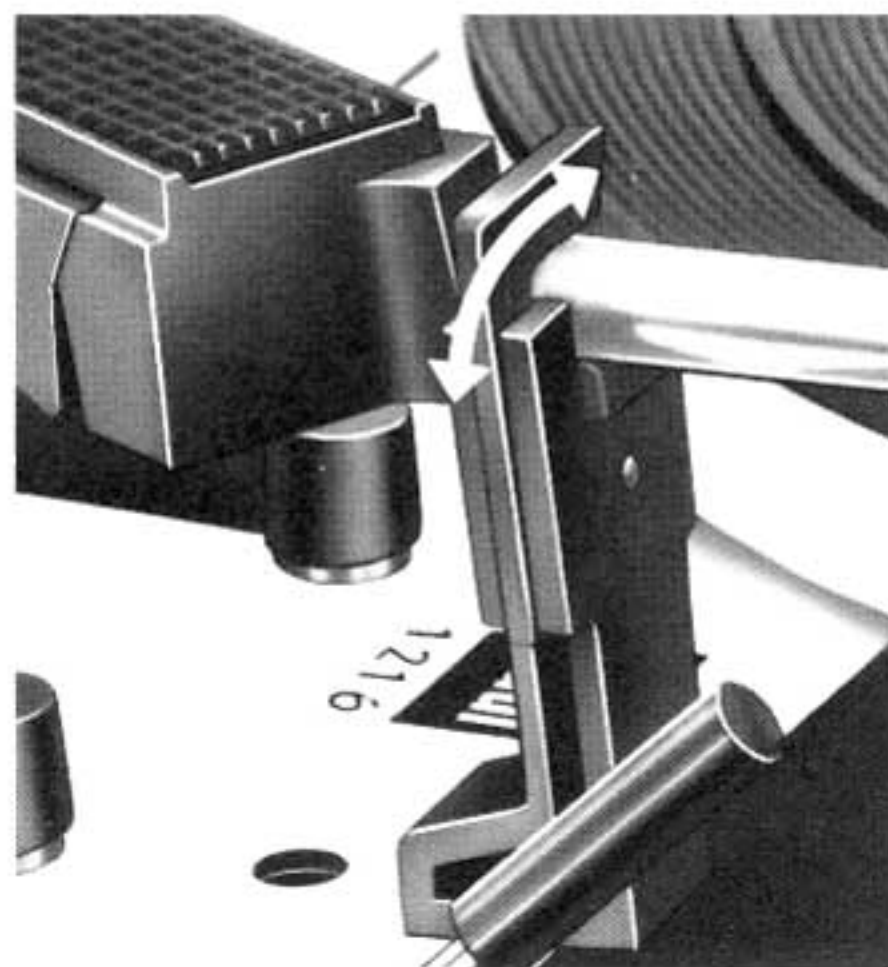

Fig. 7
Dann wählen Sie die erforderliche Plattenteller-Drehzahl ②, stellen die Drehtaste ⑬ auf den Schallplatten-Durchmesser (17, 25 oder 30 cm, bzw. 7, 10 oder 12") ein und entriegeln den Tonarm (Fig. 7).
Bemerkung: Nach dem Spielen der Schallplatte oder der letzten Platte einer Stapels kehrt der Tonarm automatisch auf seine Stütze zurück. Das Gerät schaltet sich aus. Es empfiehlt sich, nach Beendigung des Spieles den Tonarm zu verriegeln (Fig. 7).